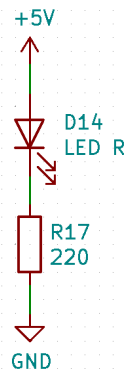

FIGURE 1 – Un circuit pour allumer une LED.
1. Prenez le circuit de la Figure 1 mis à disposition avec ce document. Configurez une alimentation de laboratoire de façon à faire fonctionner ce circuit, en limitant le courant à 60mA (une LED consomme 20mA maximum).